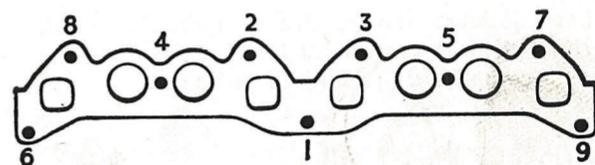

FIG. 9
11. Remonter la pipe d'eau (31) avec un joint neuf. Resserrer le collier sur la durite. Raccorder la tringle de fixation du radiateur. Mettre en place la durite du by-pass (22).
12. Mettre en place la pipe d'admission et remonter le collecteur d'échappement avec des joints neufs; serrer les écrous dans l'ordre indiqué à la figure 9.